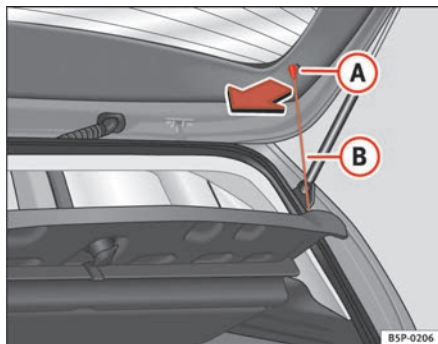

Fig. 124 Pianale portaoggetti
- Sganciare i tiranti ⇒ fig. 124 **B** dagli alloggiamenti **A**.